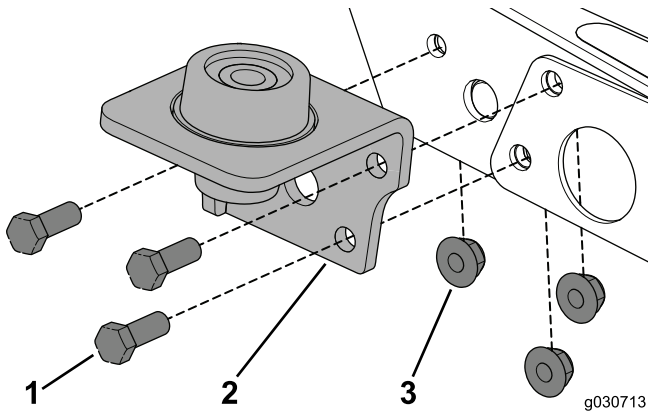

図 17
1. 既存のボルト類を外し、代わりにボルト3/8 x 3 インチ3本とフランジナットを使用して、マウントを機体に固定する 図 17。